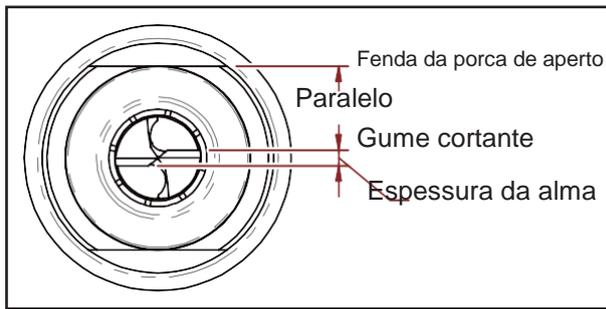
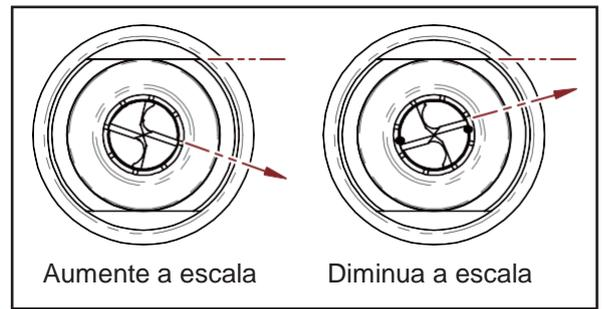

Fig. 7-3
Fig. 7-4
✘ Após retirar o conjunto de mandril, certifique-se de que o gume cortante da broca esteja paralelo com a fenda da porca de aperto (Fig. 7-3); se não estiver paralelo, reajuste-o. (Fig. 7-4)
- ✘ *Sempre mantenha o paralelismo antes de iniciar o procedimento de esmerilhamento. (Fig. 7-3)*